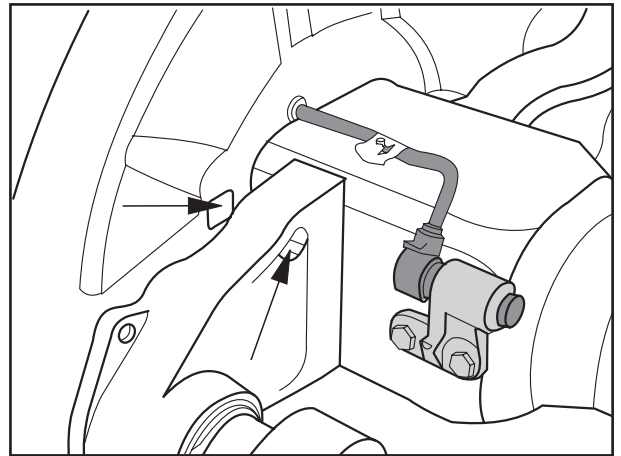

Fig. 1
- ☞ Bei montiertem Rad-Nabensystem kann der Sensor durch ein Loch im Abdeckblech und Bremsträger bis zur Anlage geschoben werden (Fig. 1/Pfeile).
When the wheel hub system is installed, the sensor can be pushed through a hole in the cover plate and brake anchor plate until contact is achieved (fig. 1/arrow).
En cas de système de moyeu complet déjà monté, le capteur peut être enfoncé jusqu'au moyeu à travers le trou sur la tôle cache-poussière et support de frein (fig. 1/flèche).